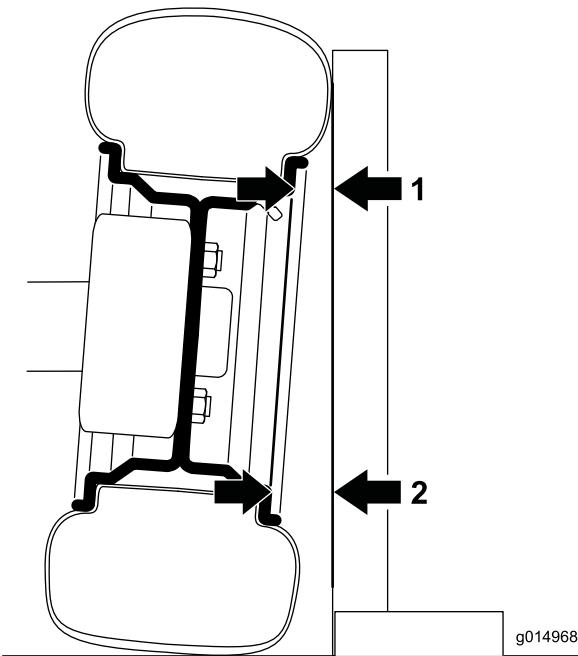

Figura 41
- Para verificar a inclinação, coloque um quadrado de 90 graus no chão com a parte vertical a tocar na face do pneu (Figura 41).
2. Meça a partir da mesma parte do anel na parte superior e inferior do pneu em relação ao quadrado (Figura 41).